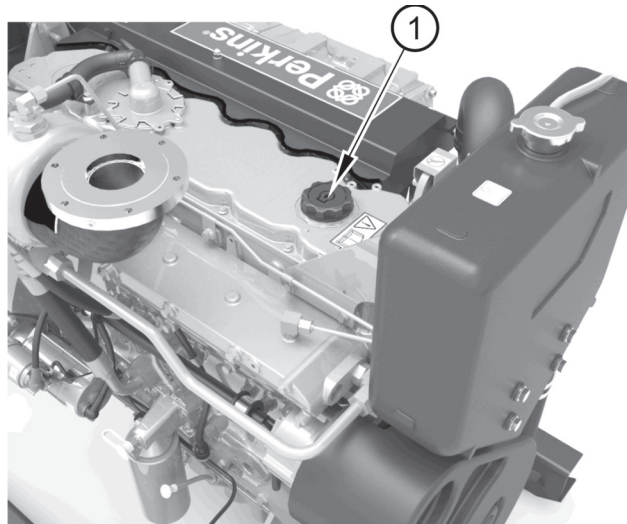

Figure 31
6. Retirez le bouchon de remplissage d'huile (figure 31, repère 1).